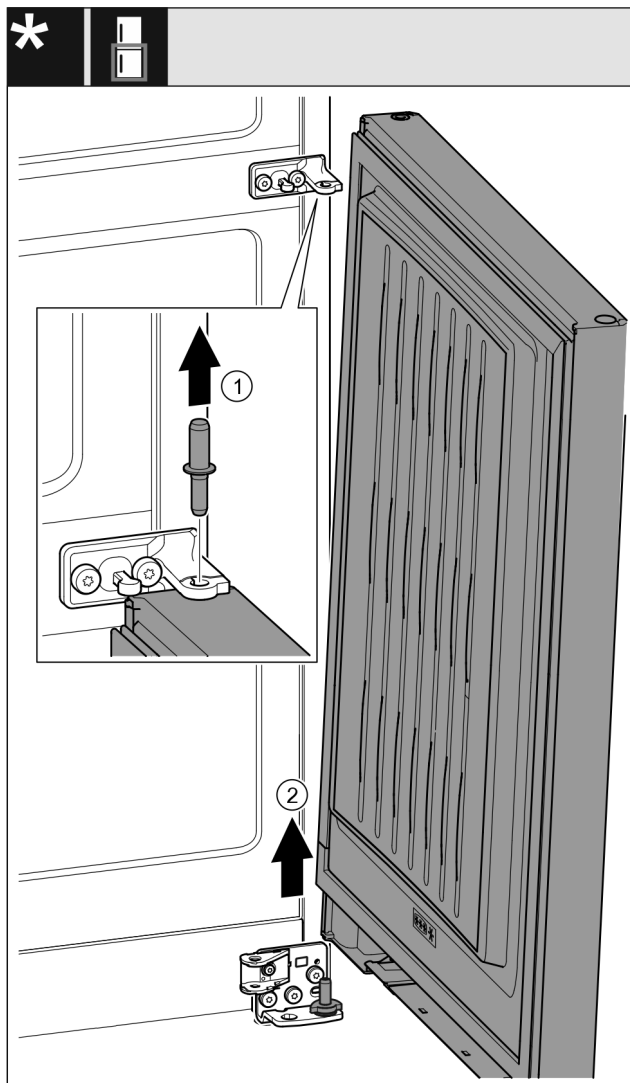

Fig. 23*
- ▶ Sornike izvlcite v smeri navzgor. Fig. 23 (1)*
- ▶ Vrata obrnite navzven, jih povlecite navzgor in postavite na stran. Fig. 23 (2)*